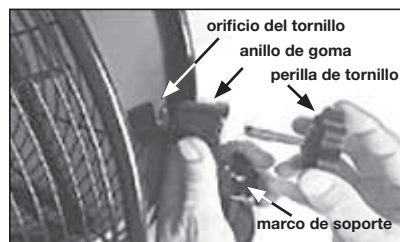

Fig. 1
1. Alinee el orificio del tornillo del lateral del cabezal del ventilador con el anillo de goma y el orificio del marco de soporte, luego inserte la perilla de tornillo para ajustarlos. Realice lo mismo del otro lado del cabezal del ventilador (fig. 1, 2).